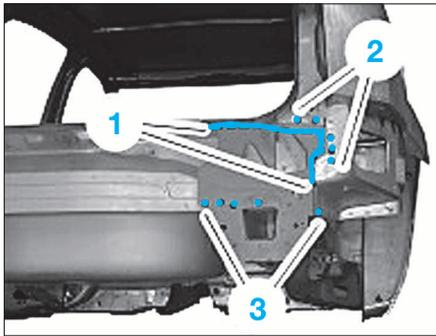

FIG. 93
- Découper le renfort de traverse suivant la ligne de coupe (1) (Fig.93).